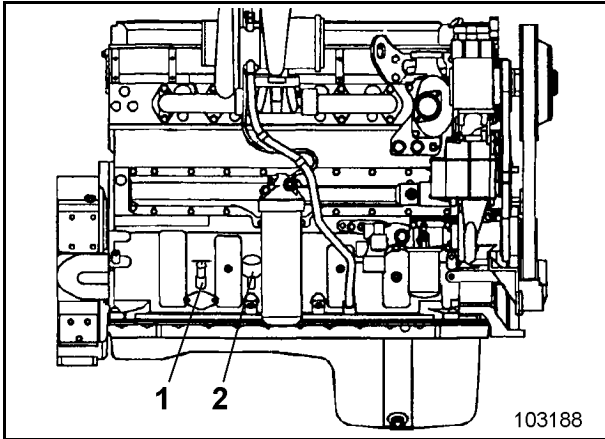
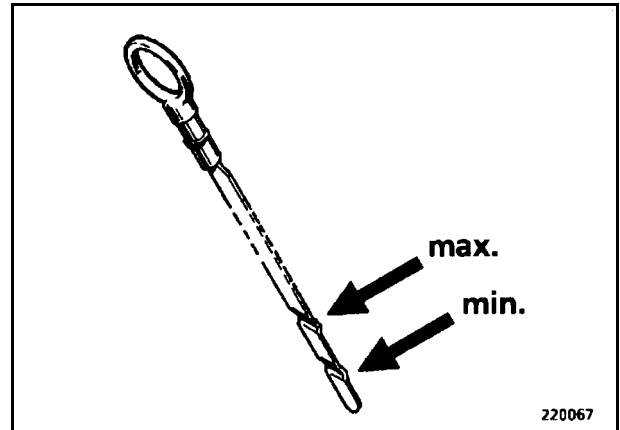

Fig. 3-17:
Fig. 3-18:
- Motoröl über den Einfüllstutzen (2, Fig. 3-17:) einfüllen bis der Ölstand am Meßstab (1) die Markierung "max" (Fig. 3-18:) erreicht hat.
einfüllen, bis der Ölstand am Meßstab (1, Fig. 3-17:) die Markierung "max" (Fig. Fig. 3-18:) erreicht hat.
- Ölstand am Meßstab (1, Fig. 3-17:) kontrollieren, falls erforderlich Öl bis zur Markierung "max" (Fig. 3-15:) auffüllen.